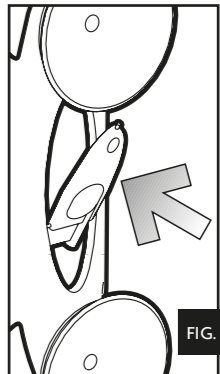

FIG. 5
- Remove the special device inserted in the suction cup support, just pulling it out of its location (fig. 5) or use a flat blade screwdriver.
- Enlever l'outillage spécial qui se trouve sur le support des ventouses (fig. 5) ou utiliser une tourne-vis.
- c. haal het hulpmiddel uit de houder (afb. 5) of neem een schroevendraaier
- c. Quite la herramienta especial que se encuentra sobre el soporte de las ventosas (fig. 5) o utilice un destornillador.